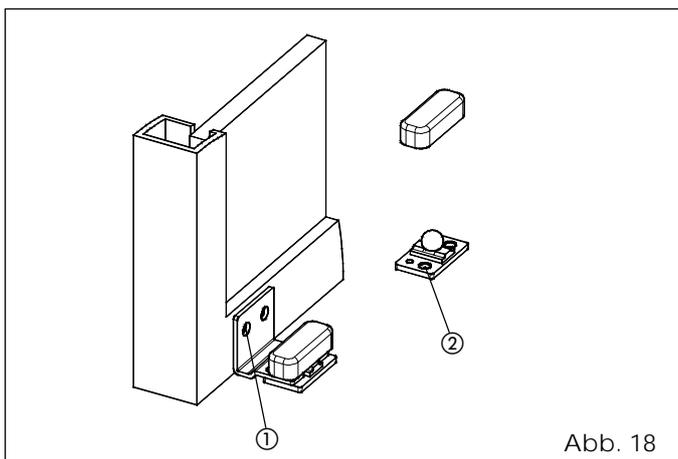

Abb. 18
- Die Gleitschuhe gemäß Abb. 18 - Bez. ① befestigen.
- Den Gleitschuh mit Hilfe der entsprechenden Dübel und Schrauben gemäß Abb. 18 - Bez. ② direkt am Fußboden befestigen.